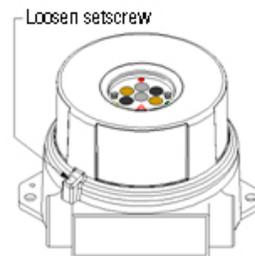

Figura 2-5
1. Solte o parafuso de regulagem na tampa do compartimento. (*veja a Figura 2-5*).